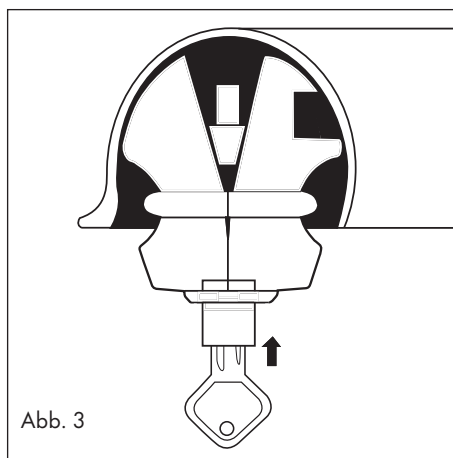

Abb. 3
7. Drehen Sie den Schlüssel im Uhrzeigersinn, bis sich der Schließzylinder nicht mehr heraus ziehen lässt (siehe Abb. 3).